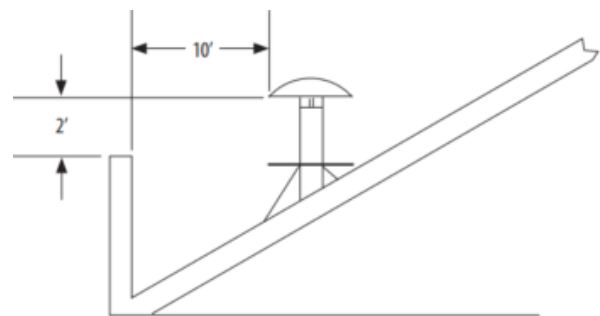

Figure 2- Exigences d'installation verticale
1. Le conduit doit se terminer à au moins 3 pieds au-dessus de la ligne de toit et au moins 2 pieds plus haut que toute partie du bâtiment à moins de 10 pieds. Voir la figure 2. Cette limitation peut être supprimée si une analyse technique démontre un fonctionnement normal et sûr de l'appareil.